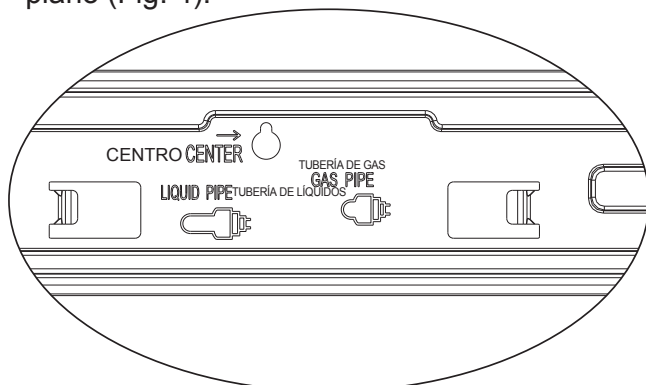
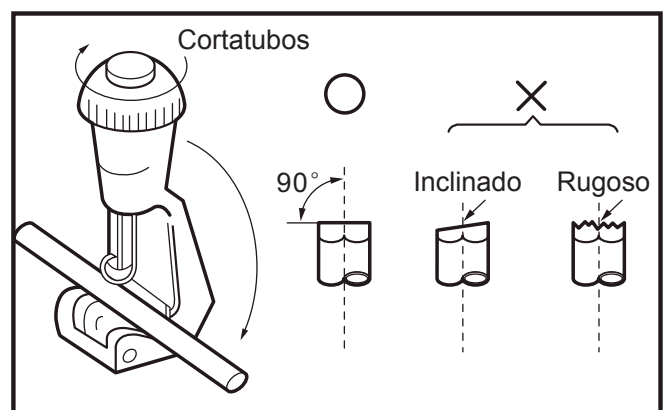

Fig. 3
Fig. 4
- 2) Corte la tubería y el cable. Corte la tubería de líquido y de gas a la longitud correcta según la marca de posición en la placa de montaje de la pared (Fig. 3). Asegúrese de que el corte sea plano (Fig. 4).